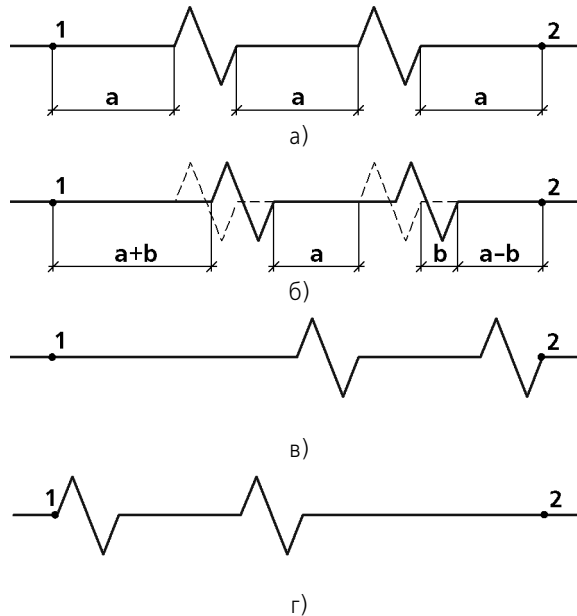

Рис. 43.63. Смещение изломов
- Если расстояние b равно нулю (и, следовательно, смещение c равно нулю), изломы находятся на равном расстоянии друг от друга и от концов линии (рис. 43.63, а).
- $c > 0$ — изломы смещаются в направлении конечной точки **т2** (рис. 43.63, б),
- Если расстояние b равно промежутку между изломами, то есть смещение равно 100% или -100% , граница излома совпадает с конечной (рис. 43.63, в) или начальной (рис. 43.63, г) точкой.